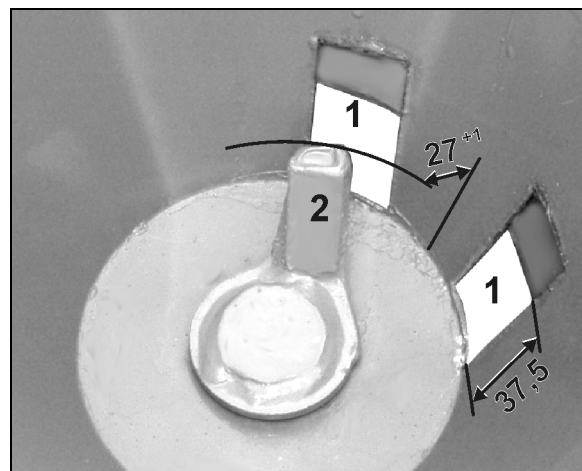

Fig. 25
- Oba otwory wylotowe muszą być otwarte na 37,5 mm (Fig. 25).
Sprawdzić odstęp między palcem mieszadła a ścianą leja. Palec mieszadła powinien być ustawiony równolegle do ściany leja i ogarniać odstęp 27 ± 1 mm (Fig. 25).
Sprawdzić odstęp między palcem mieszadła a ścianą leja. Palec mieszadła powinien być ustawiony równolegle do ściany leja i ogarniać odstęp 27 +1 mm (Fig. 25).